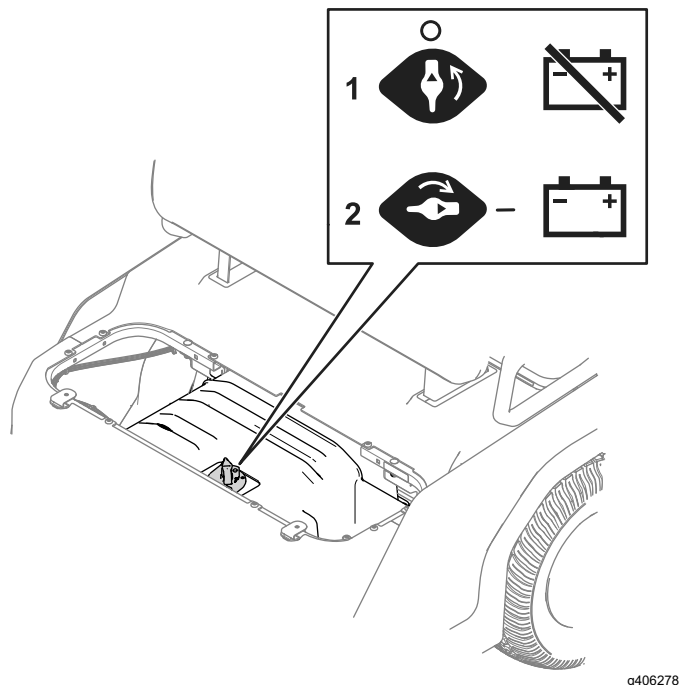

Figure 34
3. Tournez le coupe-batterie à la position voulue, comme montré à la Figure 34.